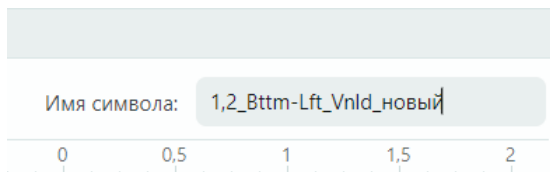

Рис. 142 Ввод имени символа
3. В поле «Имя символа» введите новое название, см. Рис. 142.